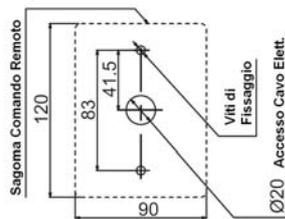

Fig. 1
2. Praticare 3 fori nel muro (Fig.1), uno per il cavo, due per le viti di fissaggio. Applicare i tasselli se necessario
4. Controllate che i microinterruttori della selezione del gas N.1 e N.2 siano nella corretta posizione per il tipo di gas con cui viene alimentato l'apparecchio (Fig.1)